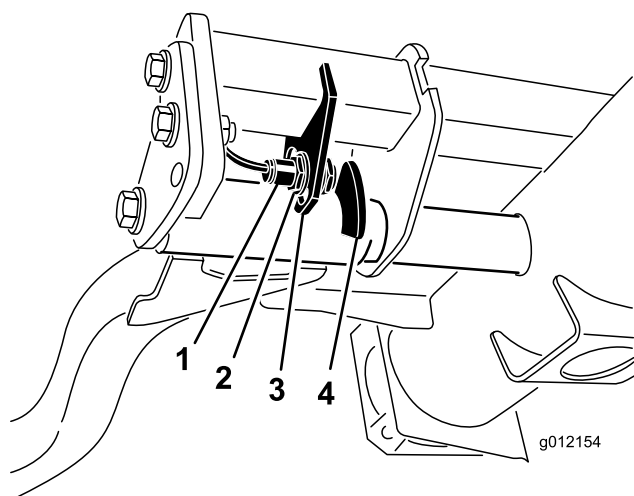

Figura 38
2. O interruptor do braço de elevação encontra-se por baixo do depósito hidráulico por trás do braço de elevação direito dianteiro (Figura 38).
altura de viragem do braço de elevação (Figura 38).